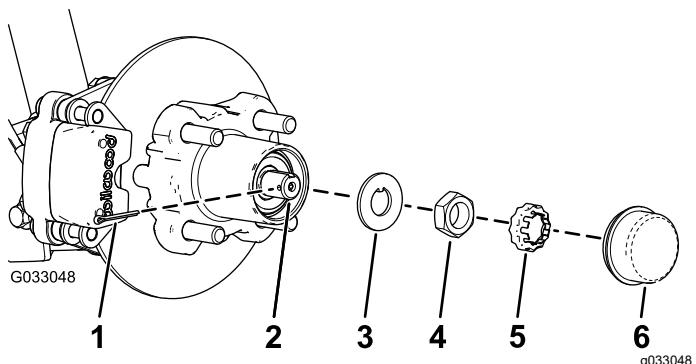
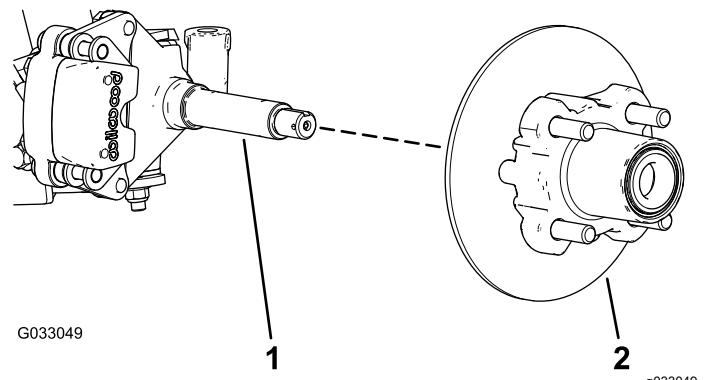

Bild 31
Bild 32
4. Nehmen Sie den Staubdeckel von der Radnabe ab (Bild 31).
- 5. Nehmen Sie den Splint und die Mutterbefestigung von der Spindel und der Spindelmutter ab (Bild 31).
- 6. Nehmen Sie die Spindelmutter von der Spindel ab und trennen die Radnabe und den Drehzylinder von der Spindel ab (Bild 31 und Bild 32).